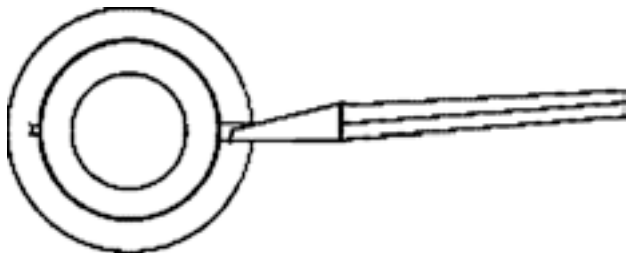

Рис. 11
- 4.2.2.4 Шайбы для подрегулировки на износ разрезные, чтобы их можно было снять по месту. Вставив узкую стамеску в разрез на шайбе, как показано на рис. 11, шайбу подковыривают, пока она не треснет, а затем снимают с штифта. Операцию повторяют с остальными шайбами снимаемого комплекта (по одной шайбе из каждой позиции штифта).